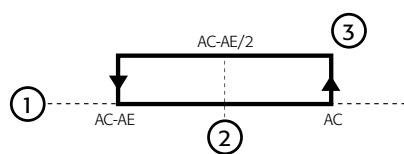

Fig. 4.l
- Indica a ultrapassagem do limite entre Ac e AE (derivado do calculo: $Ac-AE/2$, ver Fig. 4.l);
- Indica a ultrapassagem do set point de temperatura Ac (ver Fig. 4.l);